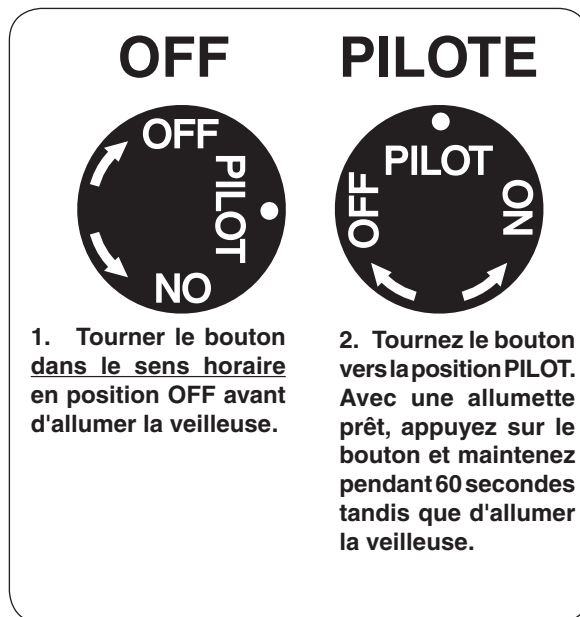

Fig. 30-1 Détail bouton de commande (OFF, PILOTE)
1. Localiser la vanne sur le côté gauche de l'appareil. Appuyer sur le bouton de contrôle du gaz et tourner dans le sens horaire en position **OFF** (Fig. 30-1).
2. Tournez le bouton de réglage dans le sens antihoraire pour **PILOTE** (Fig. 30-1). Appuyez sur le bouton de commande **fermement et pleinement** enfoncée. Mantenga partido largo chimenea o un encendedor cerca del termopar a encender el piloto. Continúe a tenir le bouton de commande pendant environ 60 secondes après que le pilote est allumé, puis relâchez le bouton. Le pilote reste allumé.